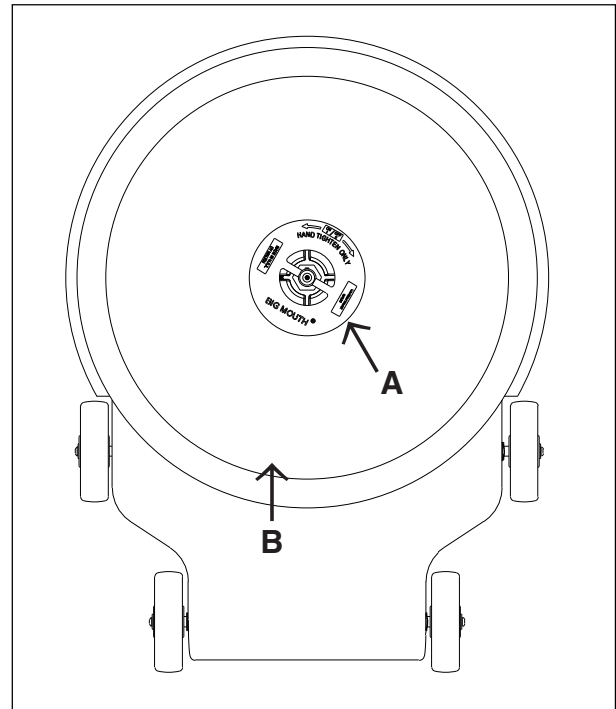

Figure 2
2. Coucher la machine sur le sol, de façon à ce que la face inférieure de la machine soit visible. Voir figure 2.
3. Dévisser le porte-disque (A).
4. Centrer soigneusement le disque sur le porte-disque (B). Ceci est important pour éviter des vibrations et épargner une fatigue inutile à l'opérateur.
5. Revisser le porte-disque (A).